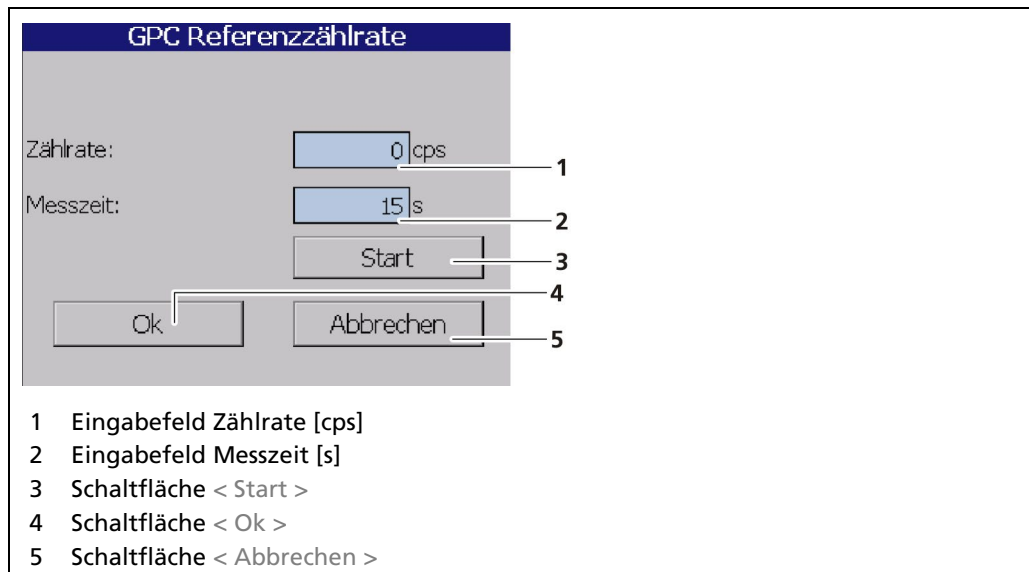

Abb. 94 GPC Kalibrierung Referenzzählrate
- ▶ Ein neues Fenster „GPC-Referenzzählrate“ öffnet sich (Abb. 94).
2. Klicken Sie auf das Feld „Messzeit“ (Abb. 94, Pos.2) und geben sie die Dauer der Messung in Sekunden an. Je höher Sie die Messzeit einstellen, umso genauer fällt das Ergebnis aus.